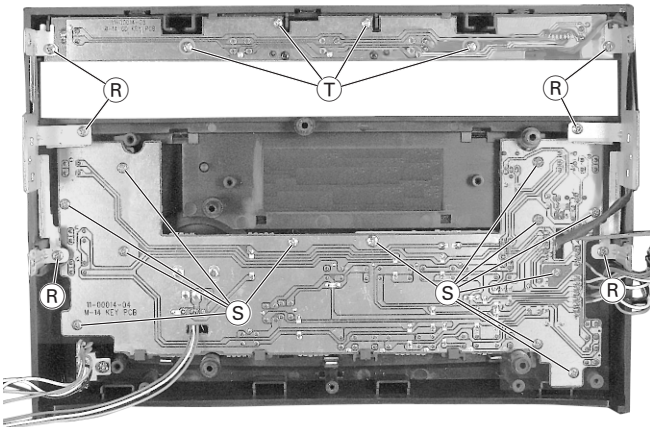

Fig. 13
- Je 3 Schrauben (R) (Fig. 13) der beiden Befestigungswinkel herausschrauben und die Winkel aus den Führungen ziehen.
- 12 Schrauben (S) herausschrauben (Fig. 13) und Tastenplatte herausnehmen.
- Undo 3 screws (R) (Fig. 13) each of the two fastening brackets and pull out the brackets from the guides.
- Undo 12 screws (S) (Fig. 13) and remove the Keyboard PCB.
- Je 3 Schrauben ® (Fig. 13) der beiden Befestigungswinkel herausschrauben und die Winkel aus den Führungen ziehen.
- 4 Schrauben ˆ (Fig. 13) und CD-Tastenplatte herausnehmen.
- Undo 3 screws ® (Fig. 13) of each of the two fastening brackets and pull the brackets out of the guides.
- Undo 4 screws ˆ (Fig. 13) and take out the CD Keyboard PCB.